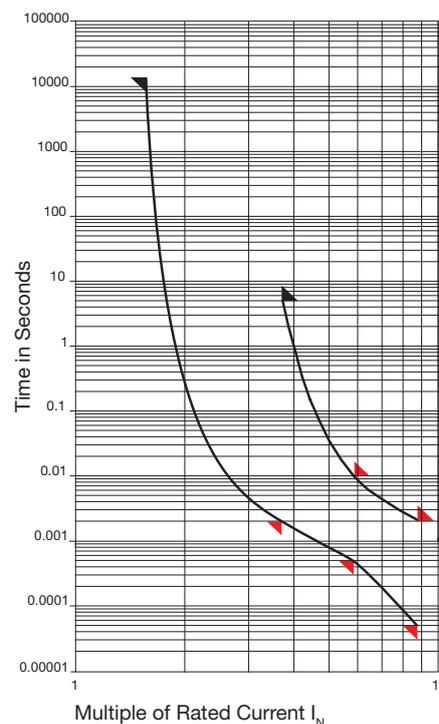

Abbildung 1: Die Zeit-/Stromkennlinie liefert Informationen, bei welchen Überstromvielfachen eine Sicherung auslöst
- Konsistente minimale und maximale Schmelzzeiten bei Überströmen, unabhängig von der Betriebsart (wie z. B. im Vakuum). Die rot markierten Dreiecke auf der Abbildung 1 sind zusätzlich definierte Schmelzzeitpunkte bei entsprechenden Überströmen, welche bei der Standardausführung nicht bestimmt sind.